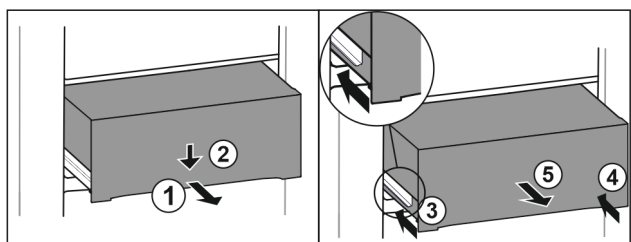

Fig. 144
- Vytiahnite zásuvku do polovice. Fig. 144 (1)
- Zatlačte zásuvku na prednej strane smerom nadol. Fig. 144 (2)
- Zasuňte ľavú koľajničku o cca 2 cm. Fig. 144 (3)
- Zasuňte pravú koľajničku o cca 2 cm. Fig. 144 (4)
- Odoberte zásuvku dopredu. Fig. 144 (5)